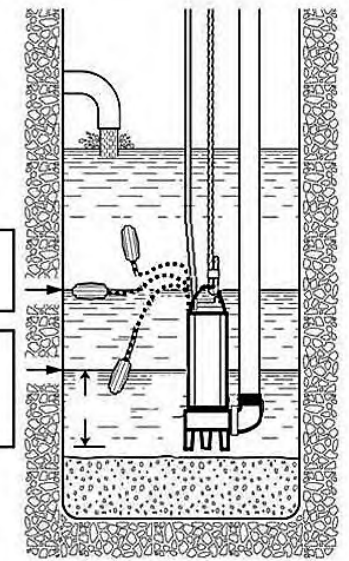

Fig. 4
- 1) **Bewegliche:** Die Elektropumpe ruht auf dem Boden des Tanks (Abb. 4); oder Sie wird mit einem speziellen Seil (oder einer Kette) aufgehängt, dass am Griff oder am Tragehaken verankert ist.